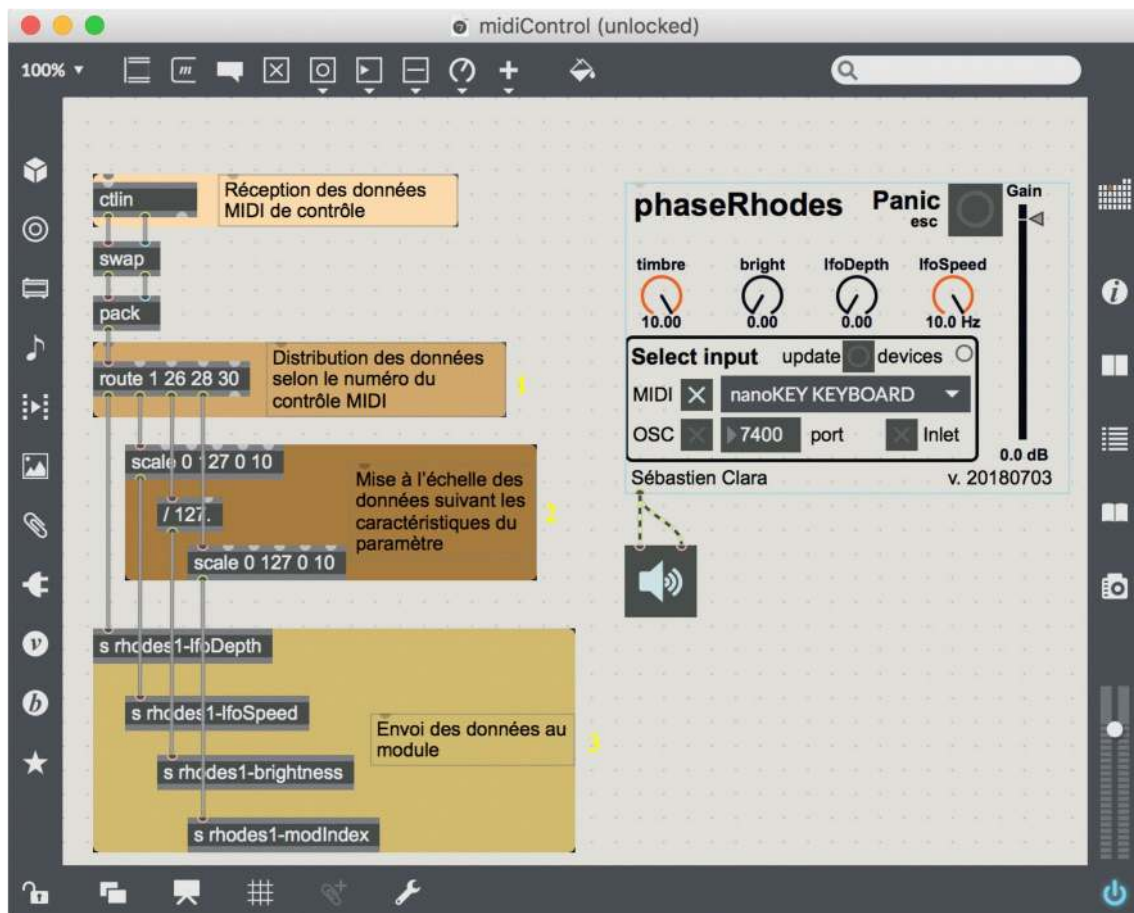

Figure 56: Mise en relation de données de contrôle MIDI à un module de synthèse
Nous donnons un exemple du contrôle d'un module par l'émission de message Max dans la section suivante (cf. le troisième point de la figure 56). Dans cet exemple, nous commandons les paramètres d'un module avec un contrôleur MIDI. Mais le principe de communication mise en œuvre dans cet exemple est similaire pour mettre en relation nos modules avec une autre source de contrôle comme le résultat généré en temps réel par un algorithme quelconque.
2. La deuxième étape sert à mettre en relation les données MIDI aux paramètres du module et cette tâche dépend des données saisies, des paramètres de contrôle d'un module et d'un plan de connexion. Dans l'exemple de la figure 56, le type
- Enfin, on ajoute au nom de l'étiquette d'un paramètre l'identifiant spécifié dans l'objet Max *bpatcher*, pour que les messages Max atteignent la bonne cible comme nous l'avons spécifié dans la section précédente. Par exemple avec l'étiquette *#1-modIndex* couplée à l'identifiant *rhodes1*, nous obtenons l'adresse d'envoi : *rhodes1-modIndex* (cf. figure 56).